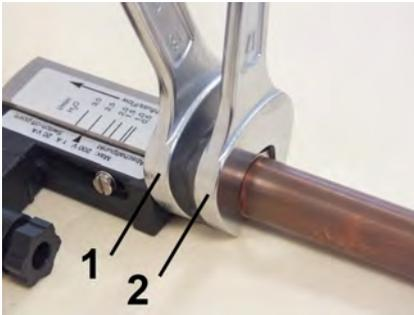

Abb. 12: Gerät einschrauben
3. ➔ Rohrleitung mit Übergangverschraubung (Abb. 12/2) unter Gegenhalten des Gerätekörpers (Abb. 12/1) weiter eindrehen, bis die Verbindung dicht ist